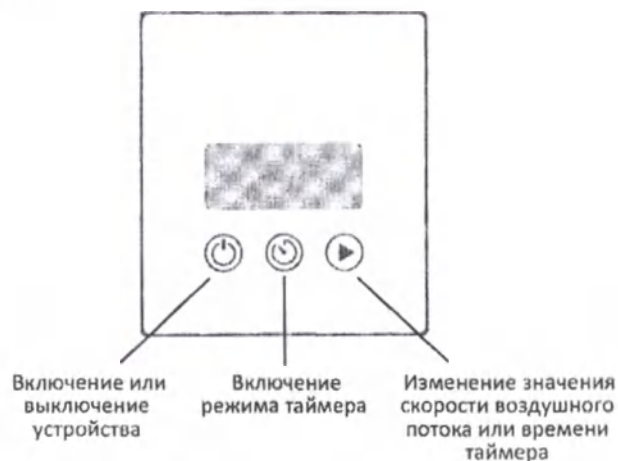

Рисунок 3 – Панель управления
8.3.1 Включите подводящий кабель в розетку напряжением 220 В. Включите устройство кнопкой на панели управления рисунок 3, либо на пульте дистанционного управления рисунок 4.